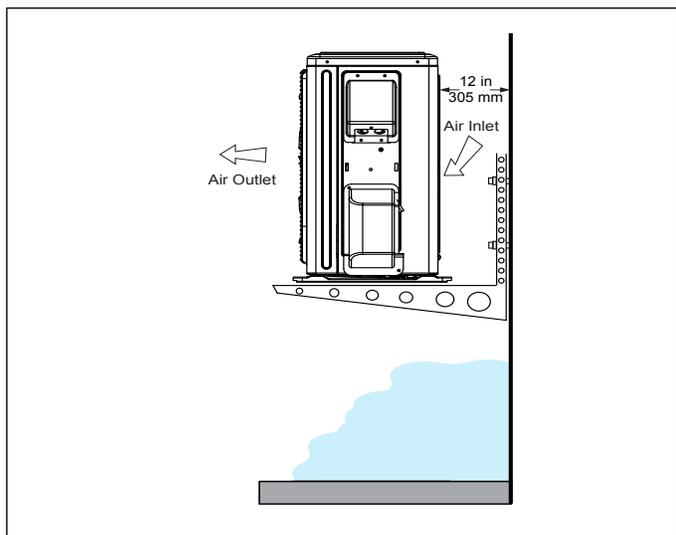

Figure 18. Unité extérieure sur supports au-dessus du niveau de la neige
- La base de l'unité doit être située au-dessus du niveau moyen de la neige comme illustré à la «Figure 18. Unité extérieure sur supports au-dessus du niveau de la neige».